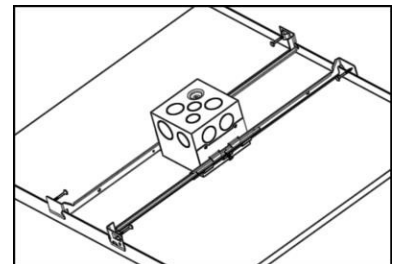
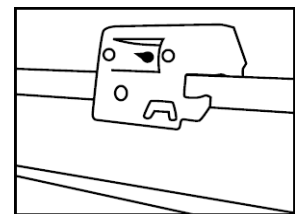

Figure 7
Figure 8
Étape 3. Placer le luminaire en position et enclencher la barre de suspension avec l'encoche en T intégrée sur les barres en T (Fig. 7). Des trous supplémentaires sont prévus pour la fixation avec un câble ou des vis au besoin (Fig. 8).